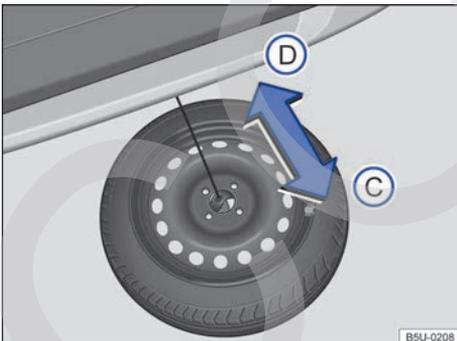

Fig. 170 Debajo del vehículo: rueda de emergencia totalmente en el piso y extracción de debajo del vehículo.
- Tirar con cuidado la rueda de emergencia, en el sentido de la flecha → fig. 170 ②, retirándola de abajo del vehículo.